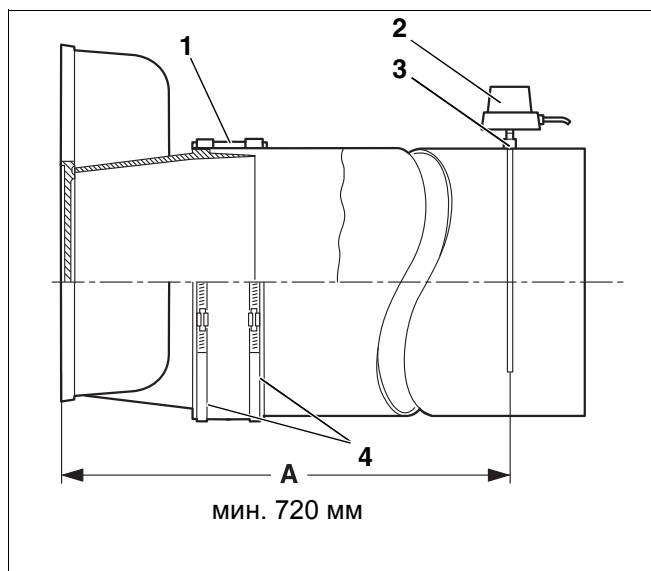

Рис. 29 Установка дымовой трубы
Мы рекомендуем использовать уплотнительную манжету трубы дымовых газов (рис. 29, поз. 1).
- Надеть хомуты (рис. 29, поз. 4) на уплотнительную манжету. Один хомут должен при этом зажимать патрубок сборного коллектора дымового газа, а второй - трубу дымового газа.
- На расстоянии (A) от сборного коллектора дымовых газов, равном двойному диаметру трубы дымовых газов, но минимум 720 мм, сварить муфту (рис. 29, поз. 3) в трубу дымовых газов.
- Установить датчик температуры дымовых газов (рис. 29, поз. 2) в соответствии с отдельной инструкцией по его монтажу.